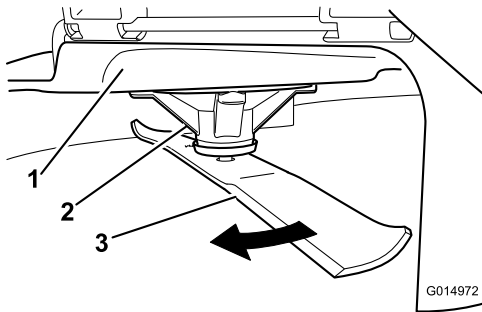

Figure 81
2. Enfilez des gants épais ou utilisez une autre protection adéquate pour les mains, et faites tourner la lame lentement jusqu'à une position permettant de mesurer la distance entre le tranchant et la surface plane sur laquelle se trouve la machine (Figure 81).